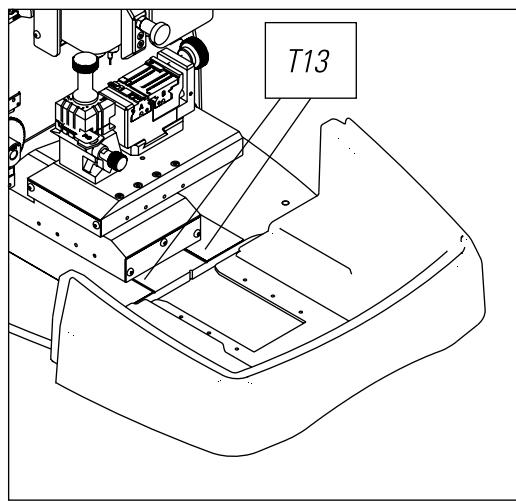

FIG. 30
- 3) Die Schale erneut einsetzen, indem Sie sie auf den beiden schwarz markierten Streifen (T13) im Maschinenbett (Abb. 30) bis zum Ende bewegen.